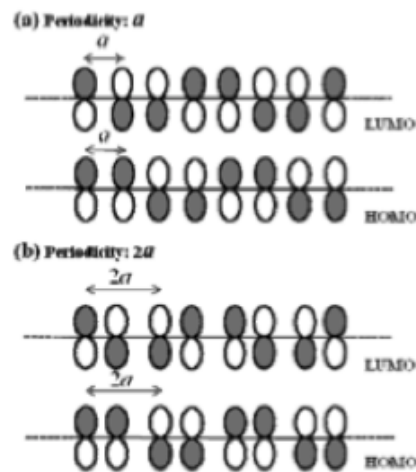

图3：一维链状分子的HOMO和LUMO，上方的重复单元长度为 a ，下方的为 $2a$
e) 由于一维链状分子的能级差非常小，各个能级形成了连续的能态。由此在室温下就能很容易地诱发从HOMO到LUMO的热激发过程。尽管这些热激发的电子可以在链中自由移动并且导电，纯聚乙炔依旧不是电的良导体。这是由于单双键交替的排列使聚乙炔中的碳并不是按照以 a 长度的结构循环，而是因为单双键的交替以 $2a$ 长度的结构循环。如果分别以 a 长度和 $2a$ 长度的结构循环的一维链的HOMO和LUMO分别如图3(a)和(b)所示，那么当循环的单元长度从 a 变为 $2a$ 时，HOMO和LUMO分别会发生怎样的变化？从下面给出的选项中选择正确的一项。